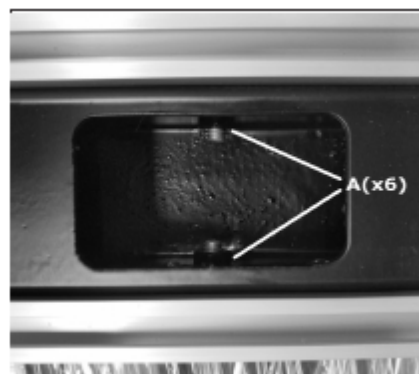

Рис. 32
1. Для регулировки трех ограничителей ослабить рукоятку (рис. 32, В), вытянуть шток (рис. 32, С) и повернуть приспособление для пиления под углом.
4. Поставить в перевернутом положении параллельный упор на стол, ослабить шесть контргаяк планки упора (рис. 32, А), сдвинуть планку вниз до соприкосновения с поверхностью стола и затянуть гайки.